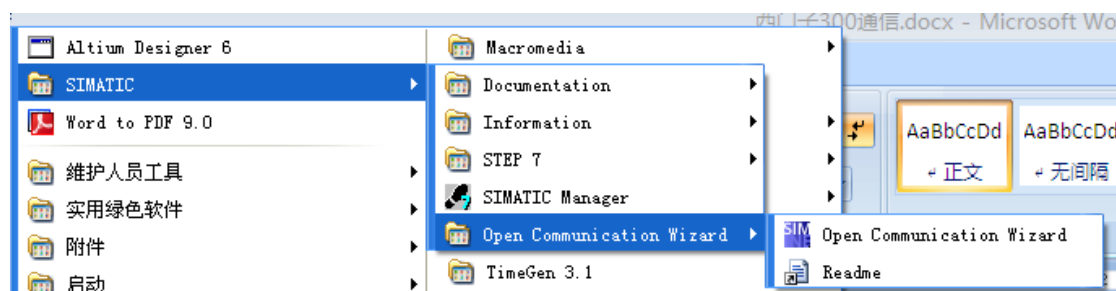

图 2.1.11 选择向导
- (1) 接下来需要进行 300 的工程编写操作。首先通过配置向导进行以太网参数配置。一次选择开始->SIMATIC->Open Communication Wizard-> Open Communication Wizard,左键单击打开。如图 2.1.11 所示。